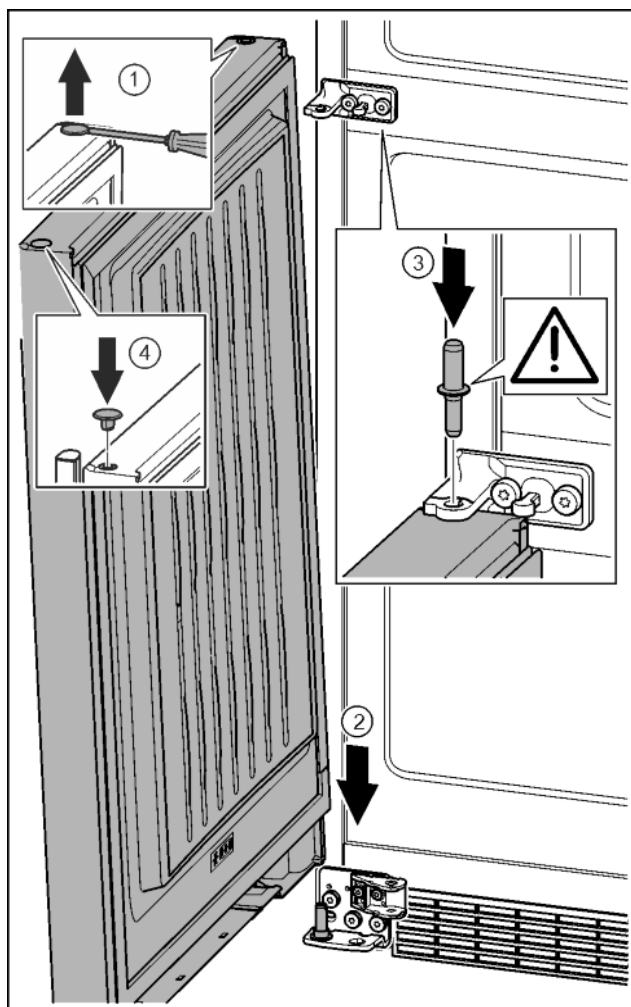

Fig. 38
- ▶ За допомогою шліцевої викрутки обережно підніміть пробку та витягніть її. Fig. 38 (1)
- ▶ Встановіть дверцята зверху на нижній опорний гвинт. Fig. 38 (2)
- ▶ Середній опорний гвинт встановіть в нижні дверцята через середній опорний кронштейн. При цьому виступ фіксатора повинен бути спрямований назад. Fig. 38 (3)
- ▶ Знову вставте пробку з іншого боку дверцят. Fig. 38 (4)